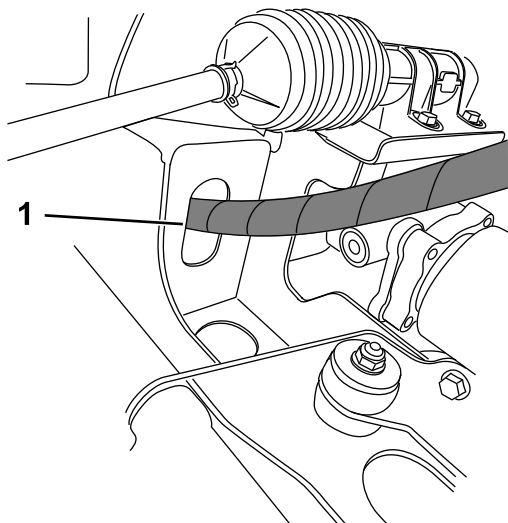

Figura 16
1. Disponete il flessibile di aspirazione dalla parte anteriore della macchina alla parte posteriore, vicino all'area del compressore (Figura 16 e Figura 17).